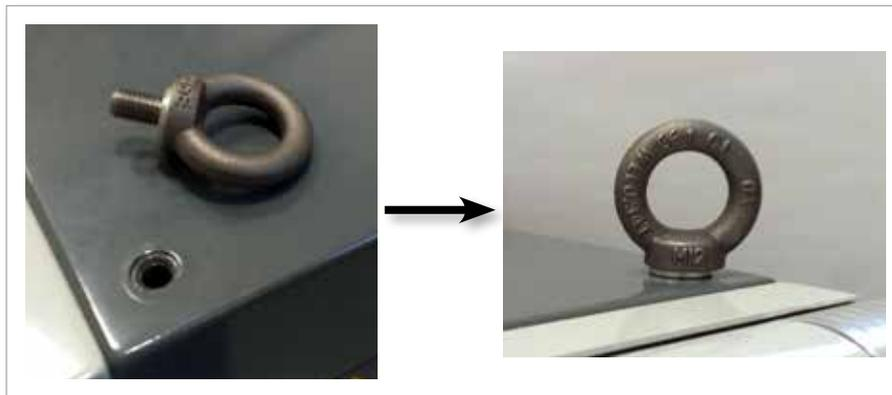

Figura 3-10 Installazione di golfari e rondelle
- Assemblare i golfari e le rondelle e installarli nei fori sulla parte superiore dell'unità di controllo E-Multi. Vedere la Figura 3-10.